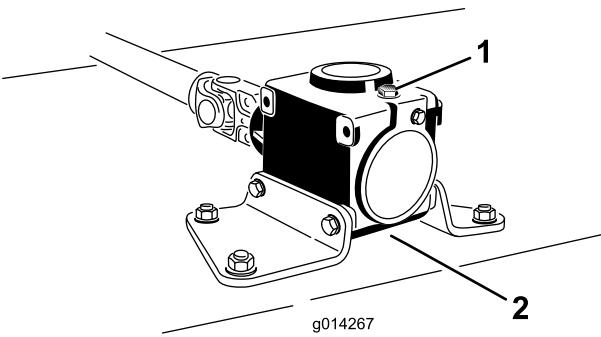

Figura 18
6. Retire la varilla/ tapón de llenado de la parte superior de la caja de engranajes (Figura 18) y asegúrese de que el lubricante está entre las marcas de la varilla.